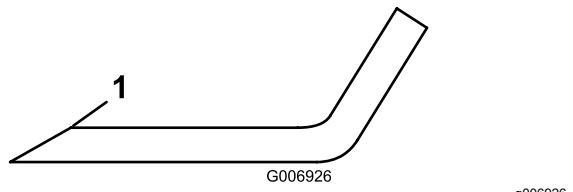

Figura 76
- Inspecione as extremidades de corte de todas as lâminas. Afie as extremidades de corte se apresentarem sinais de desgaste ou ranhuras, afie apenas a zona superior da parte cortante e mantenha o ângulo de corte original para garantir um desempenho eficaz da lâmina (Figura 76).